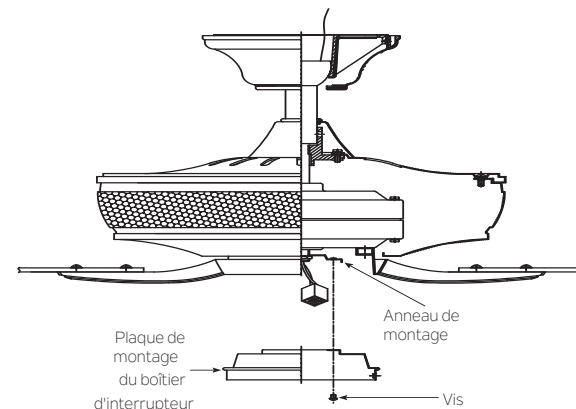

Fig. 17
**Étape 1.** Desserrer deux vis sur l'anneau de montage fixé à l'axe du moteur et « retirer » et conserver la troisième vis. (Fig. 17)